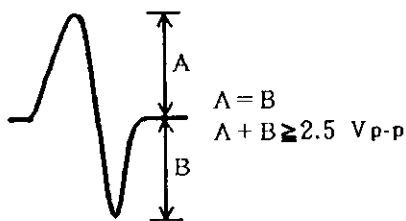

Fig. 8
3. Une pression sur la touche "1 + MULTI-SPEED" tout en observant l'écran de l'oscilloscope vous permet d'observer pendant un instant la forme d'onde indiquée à la Fig. 8. Confirmer que l'amplitude est de 2,5 Vc-c ou plus et que l'amplitude du côté positif est approximativement la même que du côté négatif. Remarquer que la forme d'onde n'est affichée que pendant un instant lorsque la touche "1 + MULTI-SPEED" est enfoncée. Appuyer autant de fois que nécessaire sur la touche jusqu'à ce que la forme d'onde puisse être confirmée.